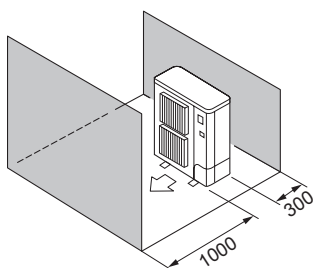

Fig. 2-10
- ⑤ Ovire samo na sprednji in zadnji strani (Fig. 2-10)